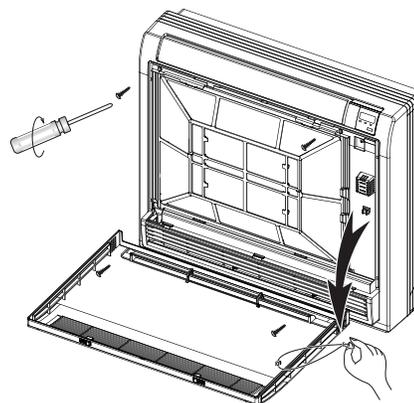

Figure 10 – Retrait des vis
2. Retirez le panneau avant (consultez la figure 10).